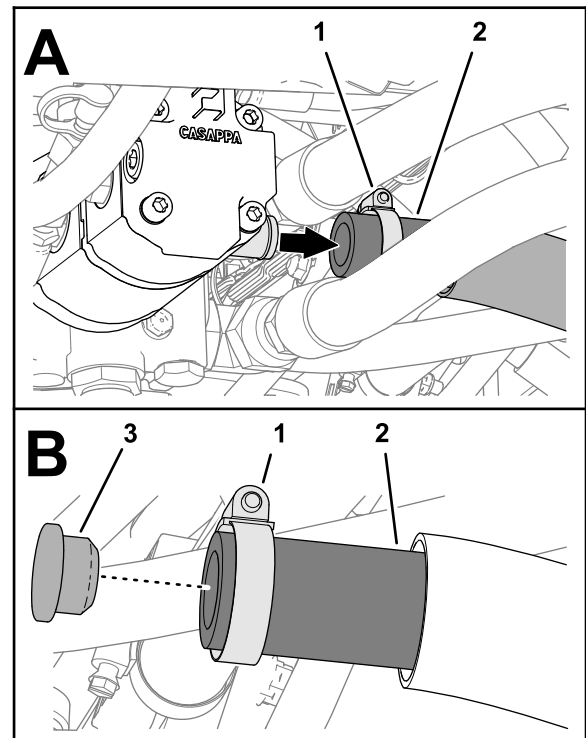

Figure 26
2. Desserrez le collier qui fixe le flexible d'aspiration sur la pompe hydraulique (Figure 26).
3. Débranchez le flexible d'aspiration du raccord cannelé de la pompe et insérez l'obturateur dans le flexible (Figure 26).